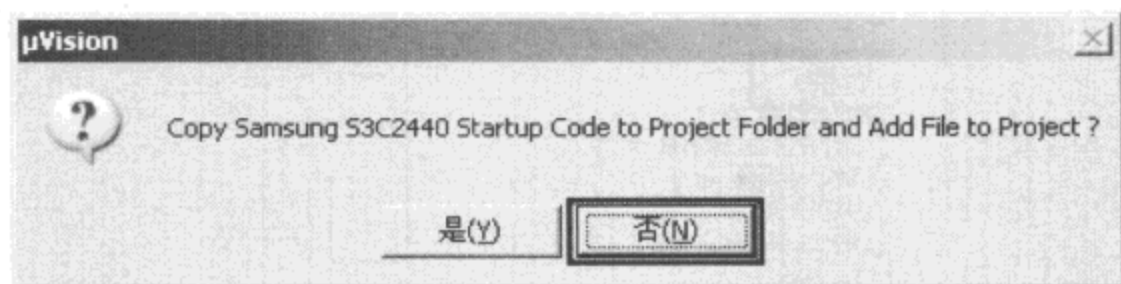

图 1-38 是否复制启动代码
(4) 这时会弹出让用户选择是否复制启动代码对话框,MDK 开发环境为所有常见型号设备提供了一个启动代码文件,用户可以方便地修改启动代码文件对设备进行初始化,我们不使用它提供的启动代码,因为 LED 跑马灯程序中已经包含启动代码。单击“否”按钮,如图1-38 所示。